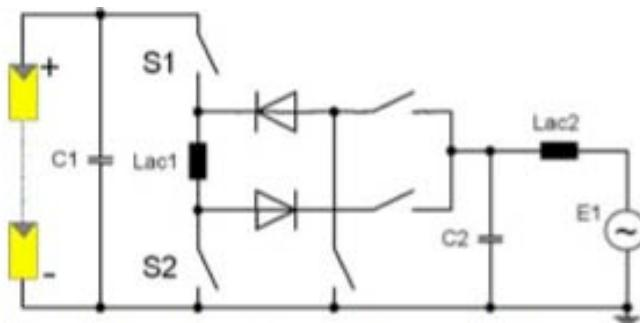

Figure 8 : Onduleur sans transformateur* dit « à Topologie de Karschny » (Source : ISET [2])
- Enfin, le montage de la figure 8 représente un exemple simple de la technologie des onduleurs sans transformateur*. En éliminant le transformateur*, générateur de pertes importantes dans le circuit lors de la conversion de puissance, on peut augmenter le rendement.